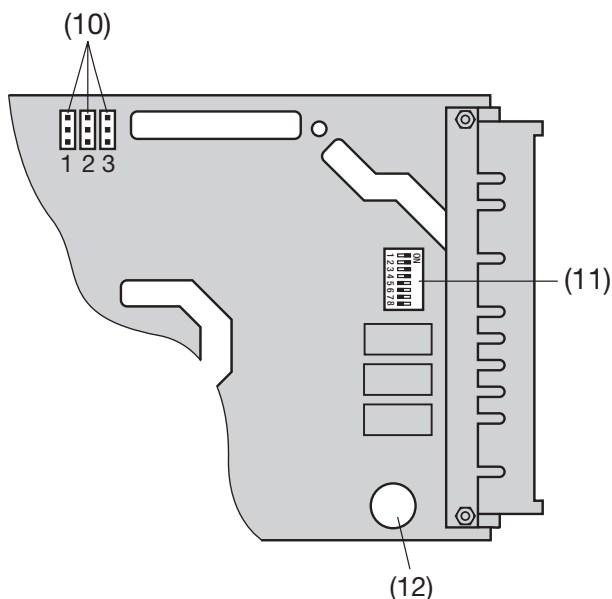

Bild 5. Hinterer Teil des EURAX VC 603 mit den Stiftenleisten (10), dem 8-fach DIP-Schalter (11) und der Netz-Sicherung (12).
Je nach **Messaufgabe/Anwendung** (siehe Tabelle 6) die Messeingangsleitungen anschliessen und entsprechend die Steckbrücken **A** und **B** auf die Stiftenleisten stecken. Die Lage der Stiftenleisten (10) auf dem Steck-Einschub zeigt Bild 5.
Für das Anpassen an die Art der Ausgangsgrösse den DIP-Schalter (11) nach Tabelle 8 einstellen (siehe Bild 5).